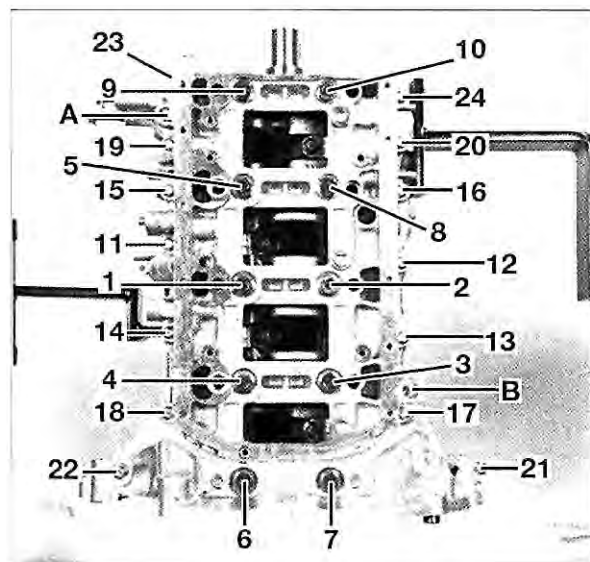

FIG. 64
• Montar el cárter de tapas de apoyos de cigüeñal en el bloque motor centrándolo con los dos pasadores PSA 194.N en (A) y (B) (fig. 64).
• Apretar el cárter de tapas de apoyos en el orden indicado (fig. 64) y al par prescrito.